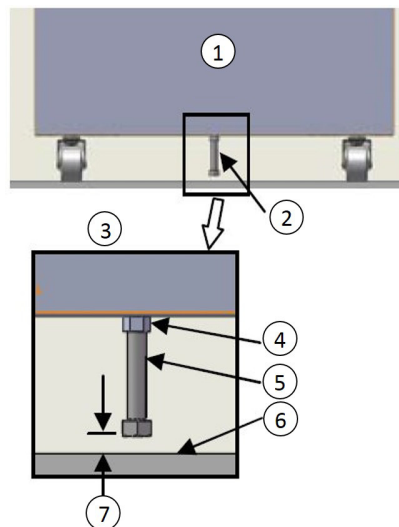

Figura 2. Posizionamento del bullone
- b. Svitare il bullone da 1/2" finché non si ottiene uno spazio di 1/2" tra il pavimento e la testa del bullone come mostrato nella *Figura 2* di seguito.